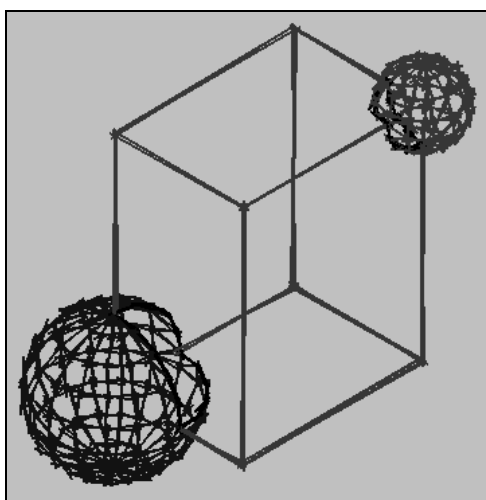

Рис. 12.13. Модель, установленная в режим ручного эскиза
6. Щелкните кнопку  **Apply Selected Visual Style to Current Viewport** (Применить выбранный визуальный стиль к текущему видовому экрану), чтобы просмотреть изображение в новом стиле отображения (рис. 12.13).